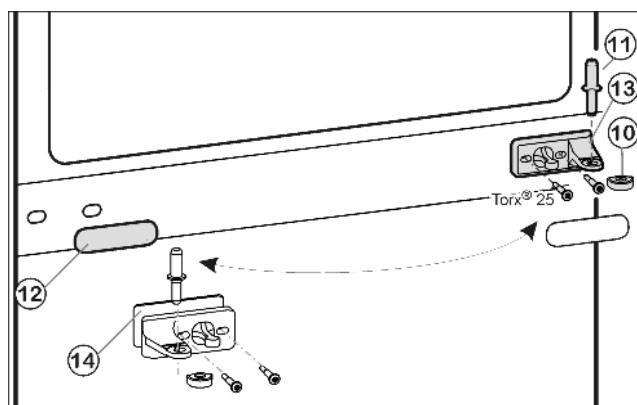
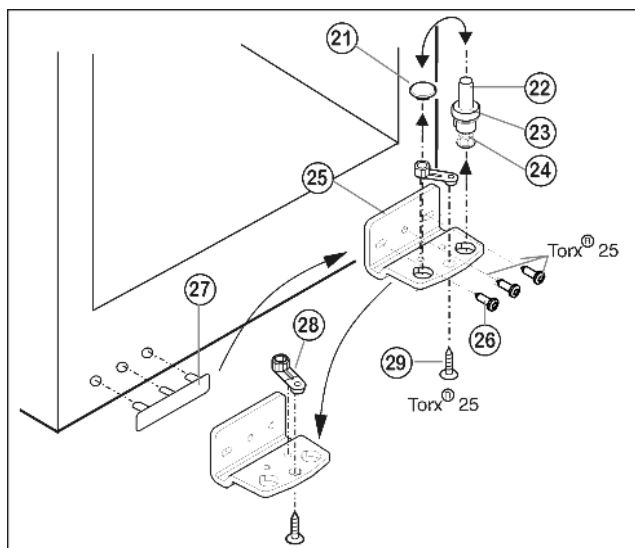

Fig. 5
Fig. 6
- ▶ Вытащите из опорного кронштейна и нижней дверцы средний опорный винт Fig. 5 (11).
- ▶ Снимите пластмассовый колпачок Fig. 5 (10).
- ▶ Открутите средний опорный кронштейн Fig. 5 (13) (2 шт. Torx® 25).
- Осторожно снимите накладку Fig. 5 (12).
- Прикрутите средний опорный кронштейн Fig. 5 (13) с подкладкой Fig. 5 (14) с поворотом на 180° на новую сторону шарнира (с моментом 4 Нм).
- Защелкните накладку Fig. 5 (12), повернув на 180°, на стороне, где теперь будет ручка.
- Извлеките опорный винт Fig. 6 (22) в комплекте с шайбой Fig. 6 (23) и регулируемой опорой Fig. 6 (24), вытягивая его вверх.
- Снимите пробку Fig. 6 (21).
- Открутите Fig. 6 (26) опорный кронштейн Fig. 6 (25).
- Открутите Fig. 6 (29) опорную деталь Fig. 6 (28) и, переставив в отверстие на противоположной стороне опорного кронштейна, снова прикрутите.
- Осторожно снимите и переставьте на противоположную сторону крышку со стороны ручки Fig. 6 (27).
- Снова прикрутите опорный кронштейн Fig. 6 (25) на новой стороне шарнира (с моментом 4 Нм). При необходимости используйте аккумуляторный шурупверт.
- Переставьте пробку Fig. 6 (21) в свободное отверстие.
- Вновь установите опорный винт Fig. 6 (22) в комплекте с шайбой и регулируемой опорой. При этом фиксатор должен быть направлен назад.
- Установите нижнюю дверцу сверху на нижний опорный винт Fig. 6 (22).
- Снова наденьте пластмассовый колпачок Fig. 5 (10) на средний опорный кронштейн Fig. 5 (13).
- Вставьте средний опорный винт Fig. 5 (11) на новой стороне шарнира через средний опорный кронштейн Fig. 5 (13) в нижнюю дверцу.
- Установите верхнюю дверцу на средний опорный винт Fig. 5 (11).
- При необходимости выровняйте дверцы через два продольных паза в нижнем опорном кронштейне Fig. 6 (25) и среднем опорном кронштейне Fig. 5 (13) параллельно корпусу устройства. Для этого выкрутите средний винт на нижнем опорном кронштейне Fig. 6 (25).